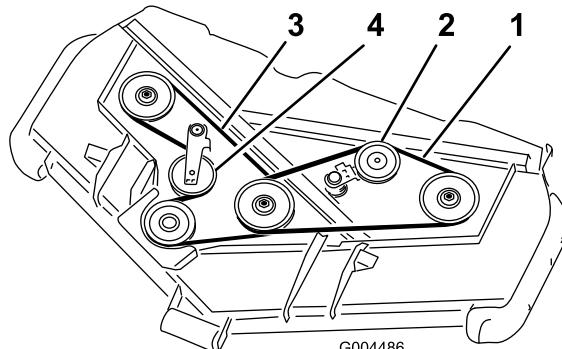

Figura 59
3. Con una barra idonea o uno strumento simile, allontanate la puleggia tendicinghia superiore (Figura 59) dalla cinghia di trasmissione superiore, per rilasciare la tensione della cinghia e toglierla dalle pulegge.
4. Con una barra idonea o uno strumento simile, allontanate la puleggia tendicinghia inferiore (Figura 59) dalla cinghia di trasmissione inferiore, per rilasciare la tensione della cinghia e toglierla dalle pulegge.
5. Montate la nuova cinghia attorno alla puleggia degli ingranaggi, alle pulegge del perno inferiore e alla puleggia tendicinghia, come illustrato nella Figura 59.
6. Montate la nuova cinghia attorno alle pulegge del perno superiore e alla puleggia tendicinghia, come illustrato nella Figura 59.